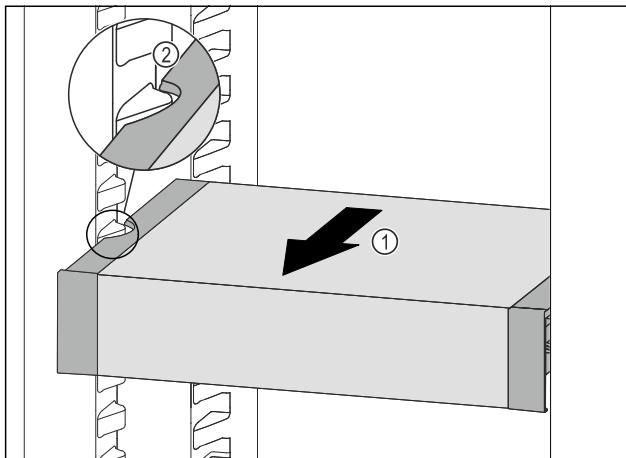

Fig. 65
- ▶ Потягнути VarioSafe вперед Fig. 65 (1), поки бокові заглиблення VarioSafe не опиняться на рівні ребра для ємності в охолоджувальному відділенні. Fig. 65 (2)